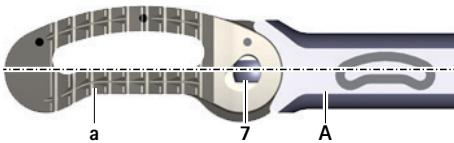

Fig. 8 Implante en posición 0°
- Mantenga el implante de prueba D en posición 0° en el instrumento de inserción A, ver Fig. 8.
- ▶ Mantenga el implante en posición 0°, ver Fig. 8.